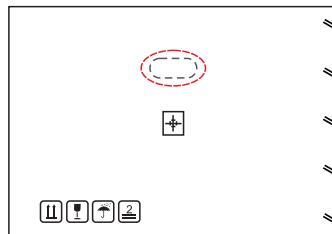

图 3.3
1. 下面的红色圆圈表示产品包装上的切口——每面一个, 将插口推入, 形成移动逆变器的手柄 (见图3.3) 。